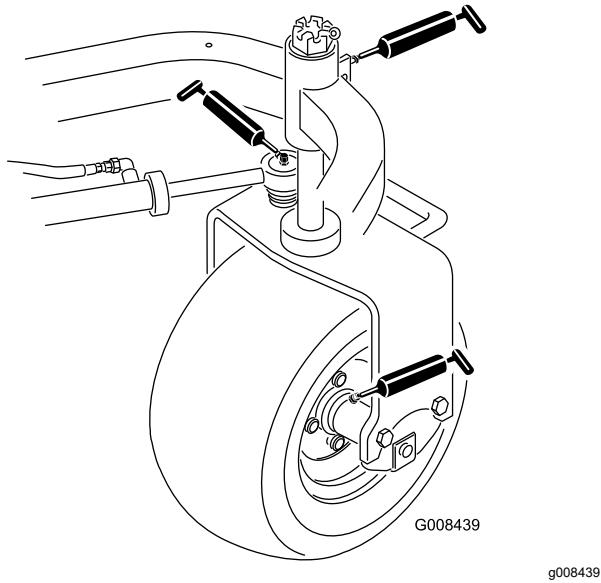

Figura 26
- Cubo da roda traseira (1) (Figura 26)